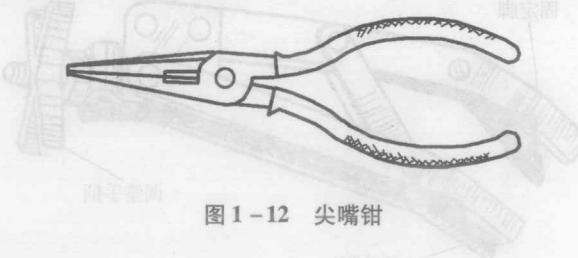

图 1-12 尖嘴钳
5. 尖嘴钳 如图 1-12 所示, 在较小的工作环境夹捏细小工件、拔开口销等。尖嘴钳也有铁柄和绝缘柄两种, 绝缘柄的多用于电工、电器, 其规格有 130mm、160mm、180mm 和 200mm 四种, 常用的为 130mm 和 160mm 两种。